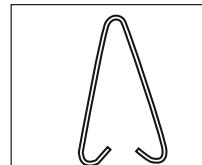
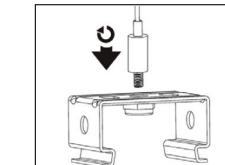

Рис. 5
Рис. 6
5.18 Для установки осветительного прибора на подвесы используйте скобы (2 шт. – рис. 5) для подвесного монтажа (входят в комплект поставки) или тросовую систему подвеса (рис. 6) (в комплект поставки не входит и приобретается отдельно).